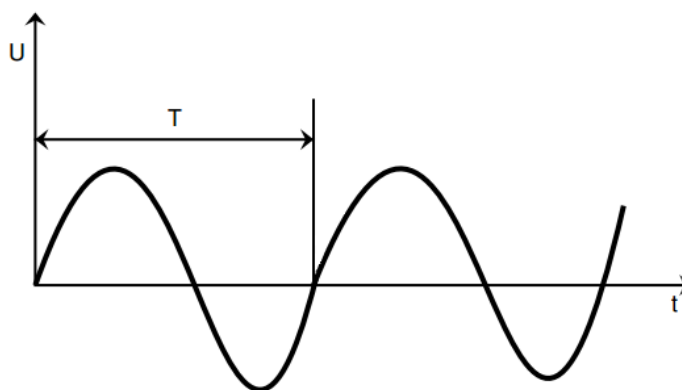

Рисунок 3 – Синусоидальная эпюра напряжения
1. Собрать схему для исследования мостовой схемы выпрямления (рисунок 3), при этом учитывать следующее:
3. Определить амплитуду сигналов и частоту, вычислить по формулам (1) и (2) коэффициент пульсации  $r$ ; определить действующее значение входного напряжения и сравнить ее с показаниями мультиметра у источника переменного напряжения.